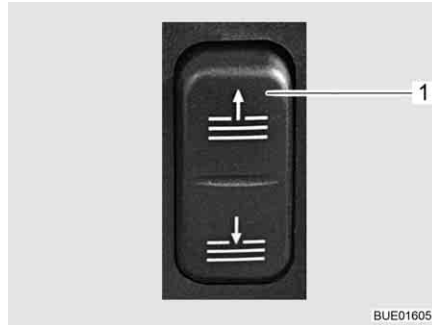

Fig. 37 Interruttore per parasole
- Premere la metà superiore o inferiore dell'interruttore (Fig. 37,1). Finché si tiene premuto l'interruttore, il parasole si sposta verso l'alto o verso il basso.